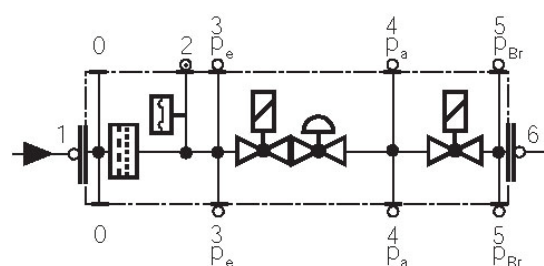

Fig. 31
- 9 La pressione di alimentazione ugello è già pre-tarata in fabbrica e non deve essere cambiata. Solo se necessario, regolare la pressione di alimentazione (vedi relativo paragrafo) nel modo seguente: inserire un manometro nella posizione indicata in Fig. 32 agire sulla vite di regolazione **VR** della pompa (vedi Fig. 31) fino ad ottenere una pressione all'ugello pari a 20 bar (ugelli Monarch o